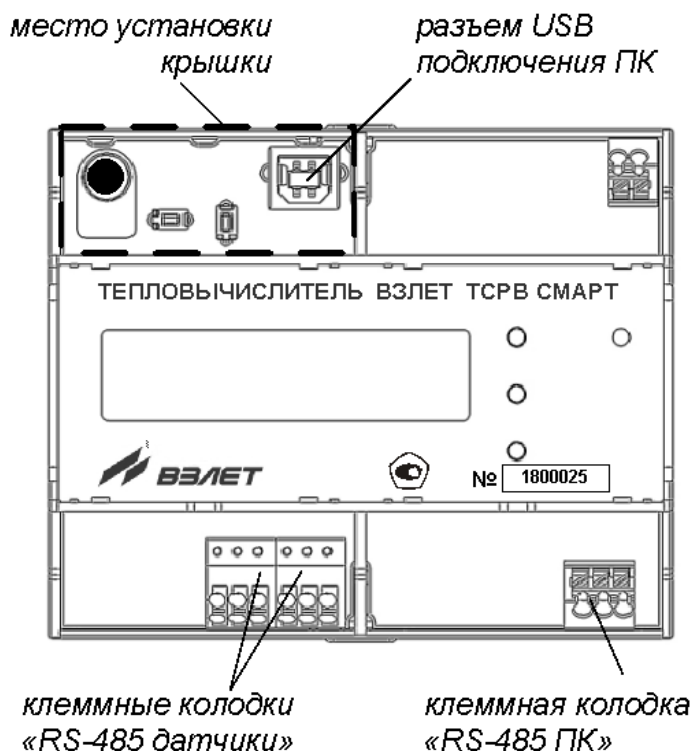

Рис.7. Размещение интерфейсных разъемов тепловычислителя.
3.2.1.1. Для связи с внешними устройствами в тепловычислителе предусмотрены последовательные интерфейсы RS-485 и интерфейс USB. Размещение интерфейсных разъемов в отсеках ТВ показано на рис.7.